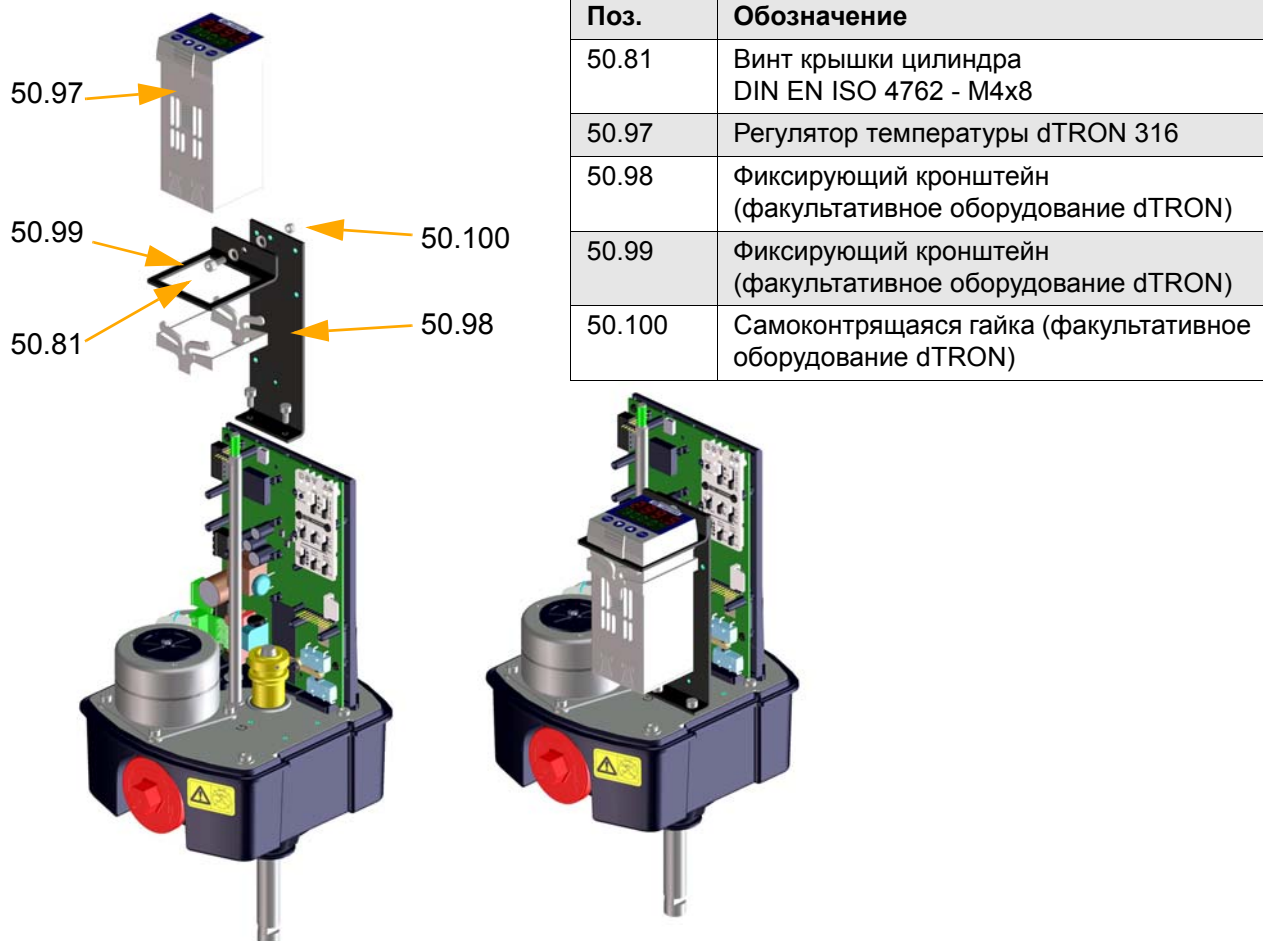

Fig. 26: Установка регулятора dTRON 316 ARI-PREMIO 2,25 кВт
- Установить регулятор температуры на крышку редуктора, используя специальный монтажный набор (Fig. 26).